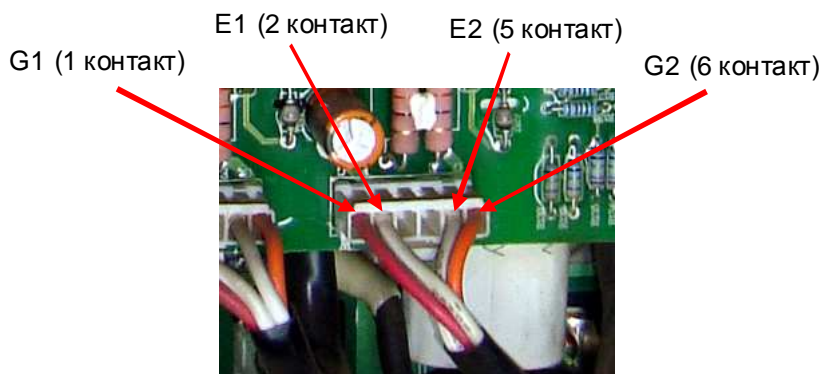

Рис. 4.18
4.8.11. Подключить входной щуп осциллографа к контакту G1, щуп «земли» к контакту E1 разъёма CN1 (рис.4.18).